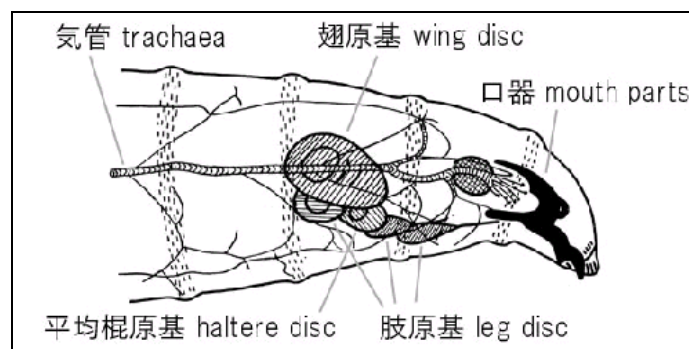

図 2. 各種の成虫原基の配置
5. ビノキュラ下に移し, 解剖用ハサミで, 幼虫を約二等分になるように中央で切り, 頭側と尻側とに分ける. 成虫原基のうち翅原基は, 頭側の表皮の内側にある(図2参照)。